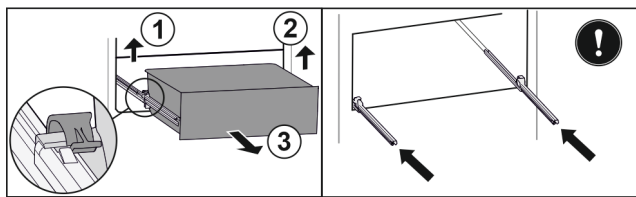

Fig. 138
- ▶ Emelje fel a bal oldali kapcsot, és ezzel egyszerre húzza előre a fiók bal oldalát. Fig. 138 (1)
- ▶ Emelje fel a jobb oldali kapcsot, és ezzel egyszerre húzza előre a fiók jobb oldalát. Fig. 138 (2)
- ▶ Vegye ki a fiókot előre felé. Fig. 138 (3)